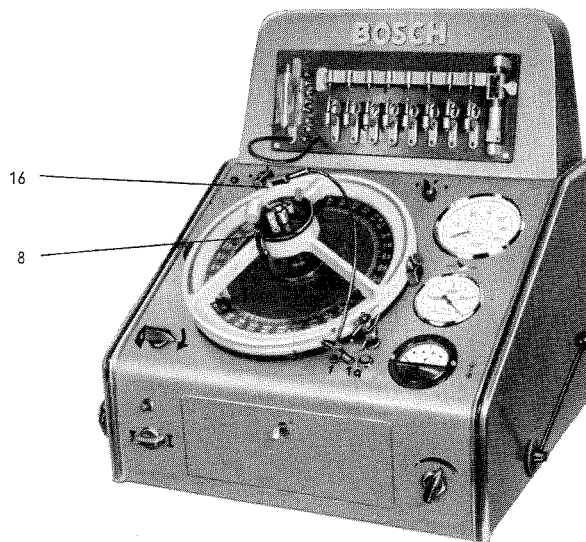

Bild 4
Mitnehmerscheibe herausziehen und nach Lösender 3 Zylinderschrauben Rastenscheibe (4) abnehmen. Anstelle der Rastenscheibe den Zangenkopf (7) einsetzen und festschrauben. Ausgebaute Verteilerachse in den Zangenkopf und Unterbrecherplatte (8) in die Brücke einsetzen. Verteilerachse so verschieben, daß Nocken und Unterbrecherhebel in der Höhe übereinstimmen. Spannzange festziehen (s. a. Bild 4).
**E) Aufnehmen der Fliehkraft-Verstelllinie an ausgebauten Verteilerachsen (Bild 4)**